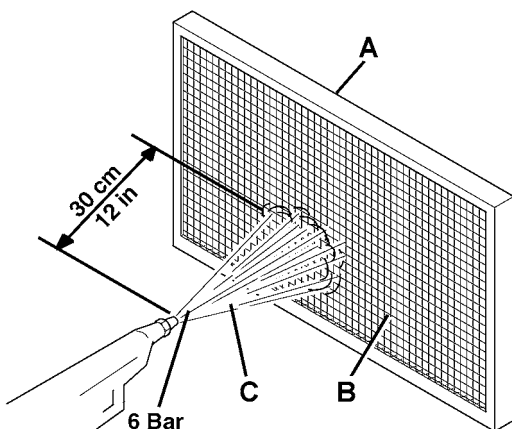

Abbildung 14
8. Den Filter in passender Außenumgebung auf eine flache und saubere Oberfläche rütteln; die Seite (A, Abb. 14) der Filtergewebeseite (B) gegenüberliegend schlagen lassen.
- Den Filter mit dem nach oben ausgerichteten Gewebe (B, Abb. 14) einsetzen.